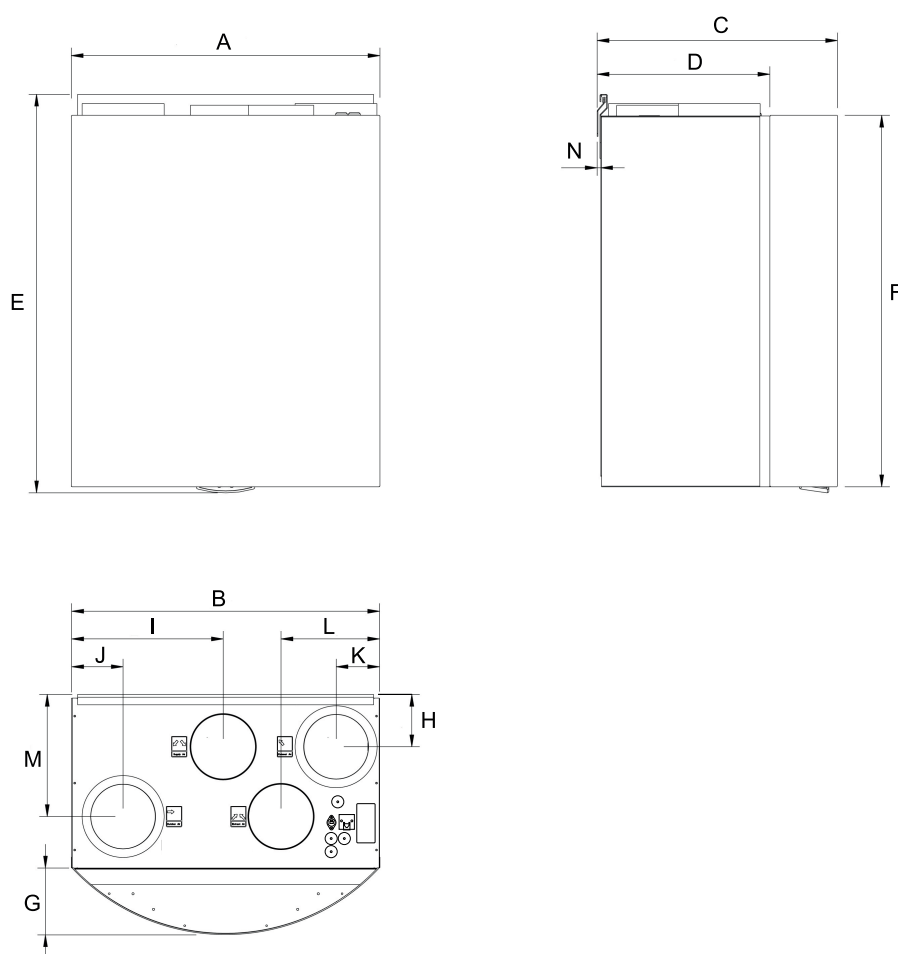

Рис. 1 Размеры и вес, левосторонняя модель
Существуют правосторонние (R) и левосторонние (L) модели (рисунок 1) Они отличаются местоположением места выпуска приточного воздуха, которое у левосторонних моделей (L) находится слева, а у правосторонних моделей (R) справа. Обе модели комплектуются встроенным воздухонагревателем мощностью 1000 или 500 Вт.